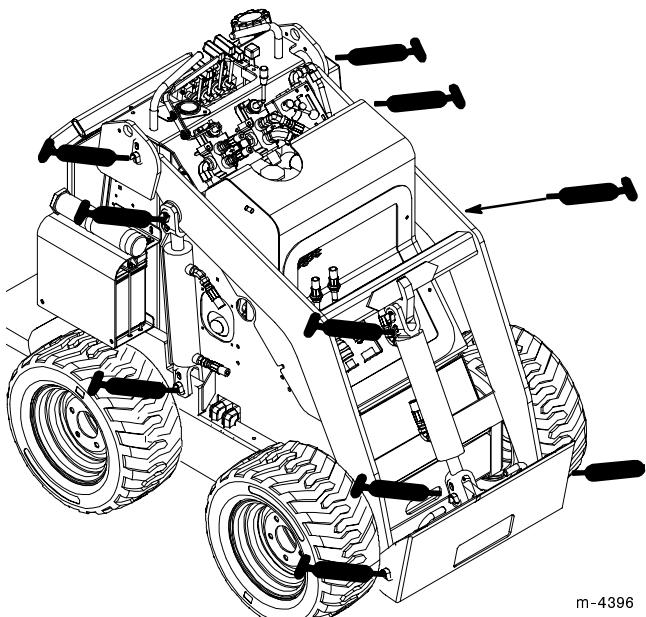

Abbildung 27
3. Eine Fettpresse an jeden Nippel ansetzen (Abb. 27 und 28).